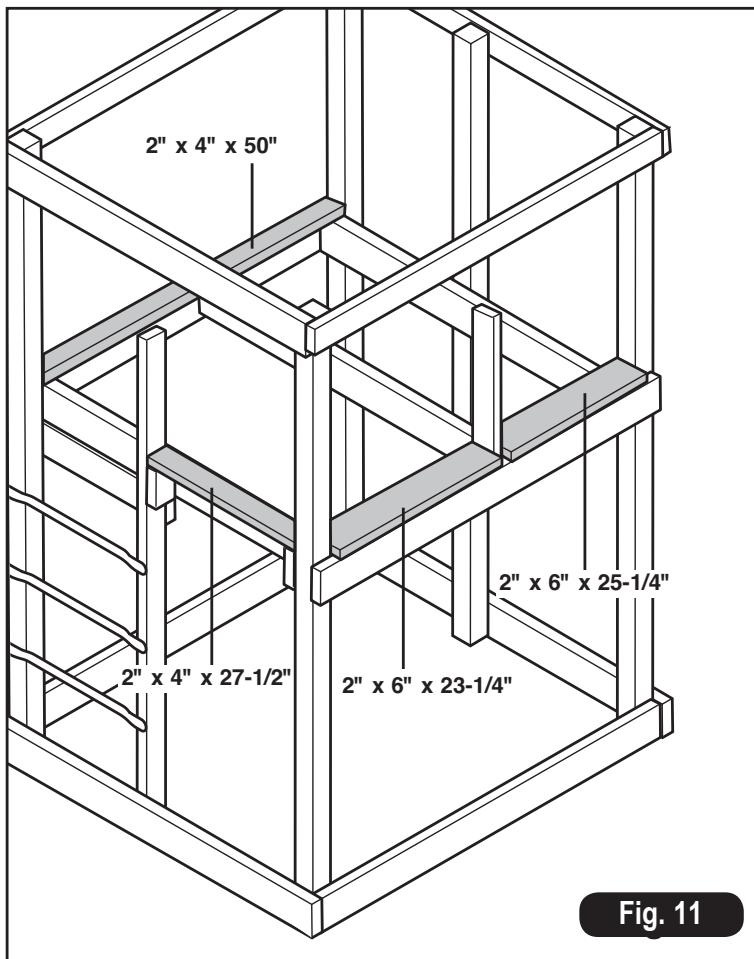

Fig. 11
4. Position the 2" x 6" x 23-1/4" and 2" x 6" x 25-1/4" boards to the frame as indicated in Fig. 11. The boards should be flush with the outside edge of the 2" x 6" deck support. Attach using two 3" screws at each joint.
5. Position 2" x 4" x 50" board to the frame so it is flush with the outside edge of the 4" x 4" corner posts (Fig. 11). Attach using two 3" screws at each joint.
6. Position the 2" x 4" x 27-1/2" board to the frame as indicated in Fig. 11. The board should be positioned square to the corresponding 2" x 4" x 5-1/2" supports. Attach using two 3" screws at each end of the 2" x 4" x 27-1/2" board.
4. Posicionar los planos de 2" x 6" x 23-1/4" y 2" x 6" x 25-1/4" en la estructura como se indica en la Fig. 11. Los planos deben estar al ras con el borde externo del soporte para plataforma de 2" x 6". Unir utilizando dos 3" tornillos en cada junta.
5. Posicionar el plano de 2" x 4" x 50" en la estructura de tal forma que esté al ras con el borde externo de los postes esquineros de 4" x 4" (Fig.11). Unir utilizando dos 3" tornillos en cada junta.
6. Posicionar el plano de 2" x 4" x 27- 1/2" en la estructura como se indica en la Fig. 11. El plano debe estar posicionado en ángulo recto a los soportes de 2" x 4" x 5-1/2" correspondientes. Unir utilizando dos 3" tornillos en cada extremo del plano de 2" x 4" x 27-1/2".
4. Placer les planches de 2 po x 6 po x 23-1/4 po (50 mm x 150 mm x 590 mm) et de 2 po x 6 po x 25 1/4 po (50 mm x 150 mm x 641 mm) au cadre tel qu'indiqué à la fig. 11. Les planches doivent être alignées avec le bord extérieur du support de plate-forme de 2 po x 6 po (50 mm x 150 mm). Fixer à l'aide de deux 3 po (76 mm) vis à chaque joint.
5. Placer la planche de 2 po x 4 po x 50 po (50 mm x 100 mm x 1,27 m) au cadre en l'alignant avec le bord extérieur des poteaux de coin de 4 po x 4 po (100 mm x 100 mm) (voir fig. 11). Fixer à l'aide de deux 3 po (76 mm) vis à chaque joint.
6. Placer la planche de 2 po x 4 po x 27 1/2 po (50 mm x 100 mm x 698 mm) au cadre tel qu'indiqué à la fig. 11. La planche doit s'aligner aux supports de 2 po x 4 po x 5 1/2 po (50 mm x 100 mm x 140 mm) correspondants. Fixer à l'aide de deux 3 po (76 mm) vis à chaque extrémité de la planche de 2 po x 4 po x 27 1/2 po (50 mm x 100 mm x 698 mm).